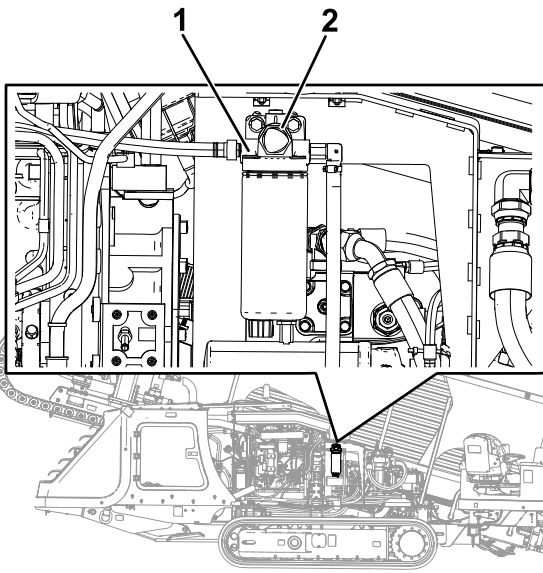

Figure 98
6. Localisez le bouton d'AMORÇAGE au sommet de l'adaptateur du préfiltre du filtre à carburant (Figure 98).
- Appuyez brièvement sur le bouton d'AMORÇAGE plusieurs fois jusqu'à ce que vous sentiez une résistance lorsque vous enfoncez le bouton (Figure 98).
- Placez des chiffons propres sous le préfiltre (Figure 98).
- Desserrez les colliers et détachez le préfiltre des flexibles de carburant (Figure 98).
- Branchez les flexibles au raccord du préfiltre et serrez les colliers (Figure 98).